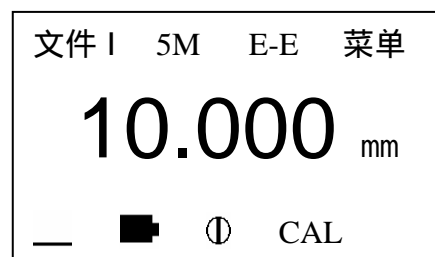

图 13
- b. 用 或 键将显示值调整到 10.00mm, 如图 13: